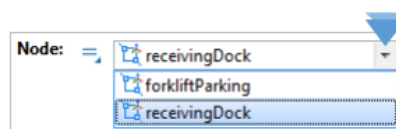

Рисунок 10.13 – Графічний елемент
- можна вибрати графічний елемент зі списку доступних і дійсних елементів, який відображається поруч із параметром (рис. 10.13);